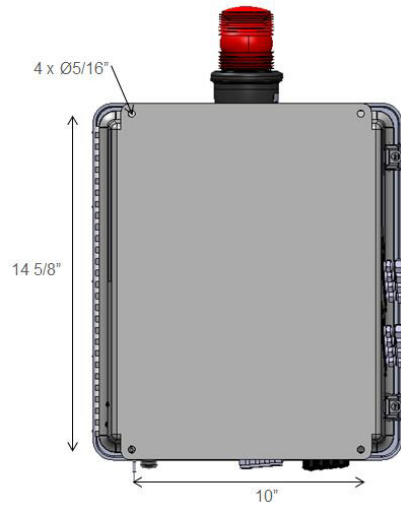

图 10 设备后侧
- 使用适当硬件。确保硬件适用于安装表面，能够承受 70 英磅（31.7 千克）的重量，且不会松动或对硬件或安装表面造成损坏。使用设备所提供的所有四个安装孔（图 10）。